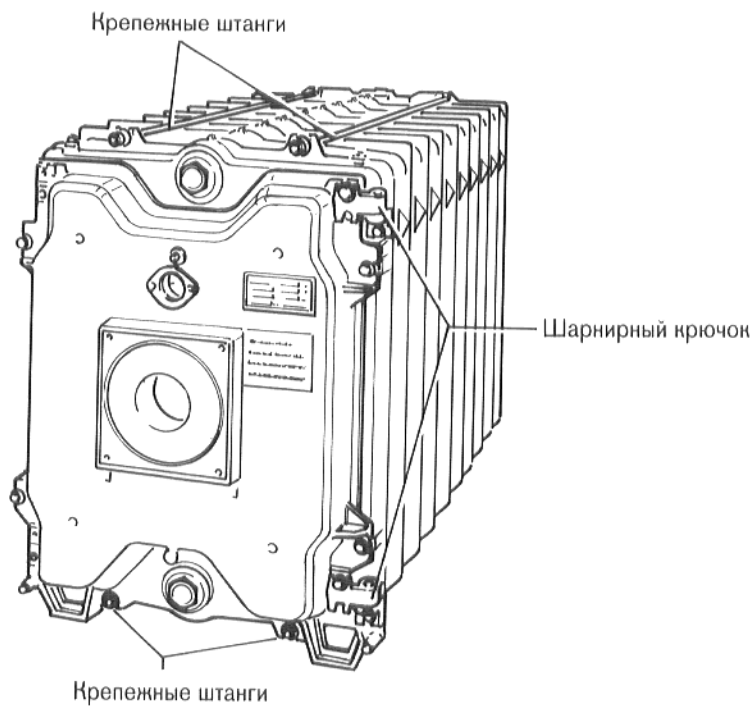

Рис. 14
**Вставить крепежные штанги (по две) сверху и внизу**, справа и слева около ступицы (рис. 14). Длина от переднего до заднего концевых элементов. В зависимости от имеющегося места, продеть крепежные штанги, спереди или сзади под котлом и вставить в выемки около ножек котла.
Дверца горелки поставляется с шарнирами смонтированными справа. Если дверца должна быть подвешена слева, то шарниры необходимо переставить на левую сторону дверцы горелки (рис. 14).
Привинтить шарнирные крючки справа или слева к переднему элементу (рис.14). Подвесить дверцу горелки. Ввинтить шпильки напротив шарниров. Навинтить гайки и слегка затянуть. Ввинтить машинные винты на стороне шарниров. **Равномерно затянуть винты и шпильки (герметичность со стороны топочного газа).**